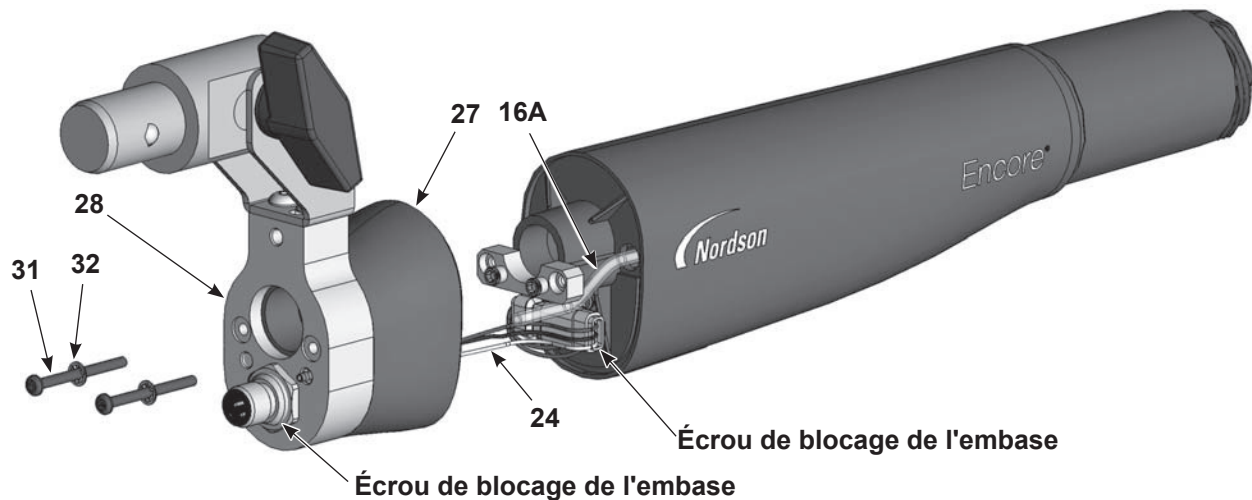

Figure 16 Démontage du pistolet – Remplacement du tube à poudre
3. Voir la Figure 16. Dévisser et retirer les deux vis à tête Philips (31) et les rondelles freins à denture interne (32) du capuchon terminal (28).
- c. Voir la Figure 16. Dévisser l'écrou de blocage de la prise, puis retirer la prise et le faisceau du capuchon terminal.
17. Voir la Figure 16. Monter le capuchon terminal et l'arrière du corps du pistolet sur le corps du pistolet en veillant à ne pas écraser les fils du faisceau.